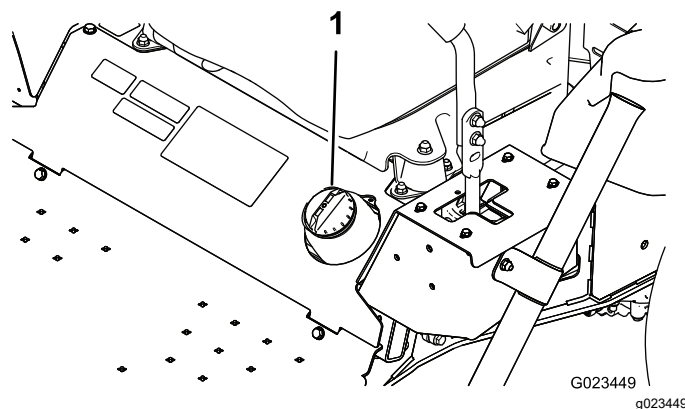

Figure 13
2. Nettoyez la surface autour du bouchon du réservoir de carburant (Figure 13).